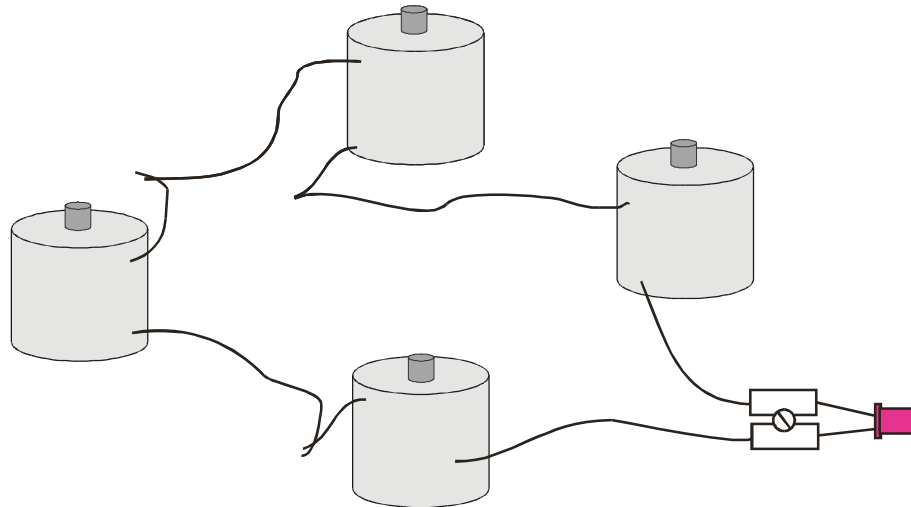

Abbildung 4: Anordnung der Magnetspulen und der LED
5. Verbinde die vier Magnetspulen. Dazu werden sie in Reihe geschaltet. Die Spulen haben einen kurzen und einen langen Anschlussdraht. Die Drahtenden müssen blank und verzinkt sein, damit man sie einwandfrei löten kann. Der Draht hat oft noch eine dünne Lackschicht. Die Lackschicht muss entfernt werden, weil sie isoliert. Am einfachsten geht dies mit etwas Sandpapier. Verbinde danach immer einen kurzen Anschlussdraht mit dem langen Anschlussdraht der nächsten Magnetspule usw. (Die Drahtenden aneinander halten und verdrehen). Am Ende bleiben ein kurzer und ein langer Anschlussdraht übrig. Die verdrehten Verbindungen werden verlötet. Die beiden freien Kabelenden werden in einer 2fach Lüsterklemme festgeklemmt.(Abbildung 4)